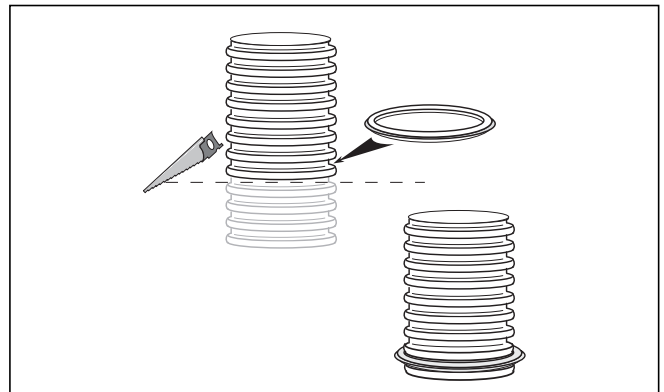

Abb. 4.38 Flexible Abgasleitung kürzen und Dichtung montieren
- Anschließend montieren Sie die Dichtung in der untersten unbeschädigten Rille der Abgasleitung (→ **Abb. 4.38**).